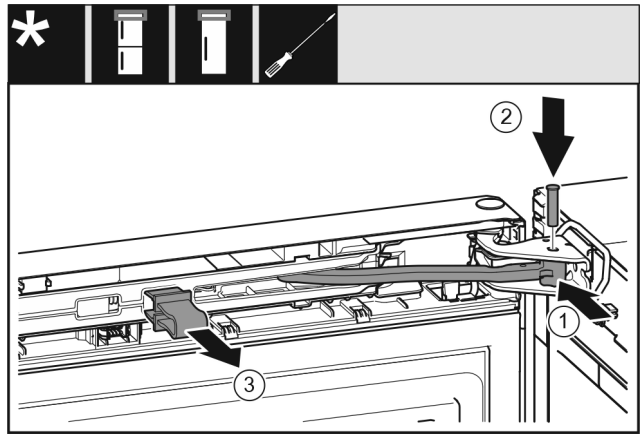

Fig. 26
- ▶ Gelenk in Lagerbock drehen. Fig. 26 (1)
- ▶ Bolzen in Lagerbock und Gelenk einsetzen. Dabei darauf achten, dass der Rastnocken korrekt in der Nut sitzt. Fig. 26 (2)
- ▶ Sicherung abnehmen. Fig. 26 (3)